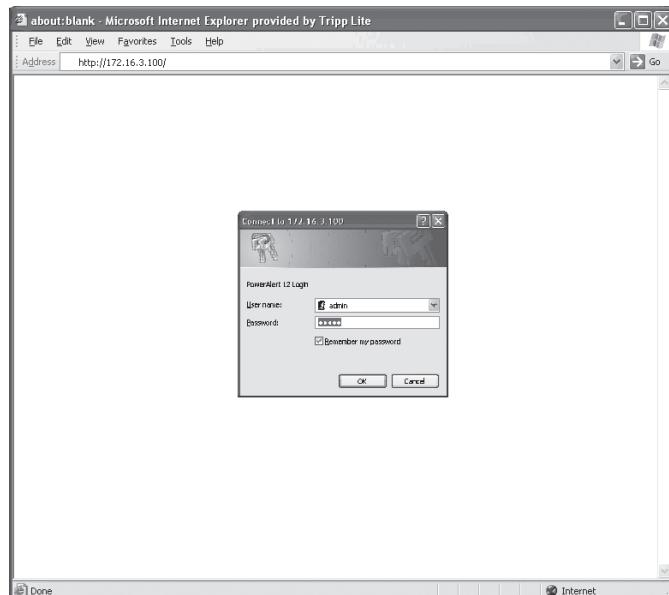

Рис. 3-1: Окно входа веб-консоли
- С помощью веб-браузера открыть окно консоли PowerAlert для карты SNMPWEBCARD (инструкции приведены на **рис. 3.1 Окно входа веб-консоли**).
3. Будет предложено ввести имя пользователя и пароль (Рис. 3-1). По умолчанию используется имя пользователя **admin** и пароль **admin**.